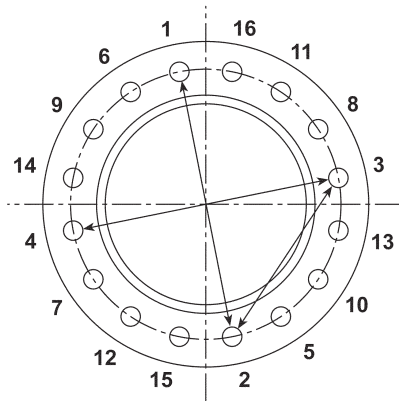

Fig. 13
5.3 Per prevenire malfunzionamenti e perdite delle guarnizioni, è necessario eseguire il serraggio a caldo delle connessioni quando lo scambiatore ha raggiunto la temperatura di lavoro, i bulloni devono essere serrati in modo uniforme e con la sequenza definita nella Fig. 13 e nella sezione 6.6, "Serraggio".
6.6.1 Quando si reinstalla lo scambiatore, è necessario applicare le coppie di serraggio indicate in Tabella 2; i valori sono per superfici lubrificate di bulloni e tiranti. Il serraggio deve essere eseguito in modo uniforme operando in sequenza su bulloni diametralmente opposti, come illustrato in Fig. 13.